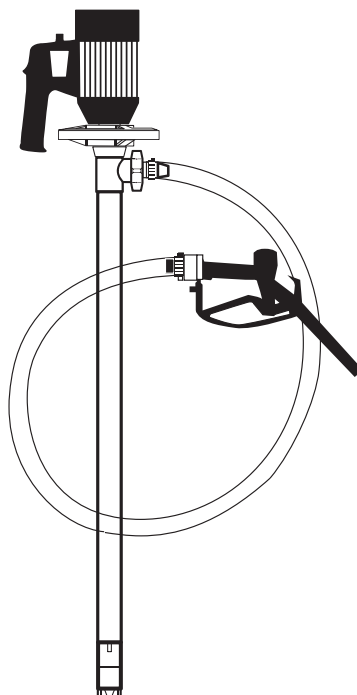

Figure 12
1. Une fois la pompe entièrement montée (voir la Figure 12) et tous les raccords bien serrés, introduire la pompe dans le tonneau de liquide.